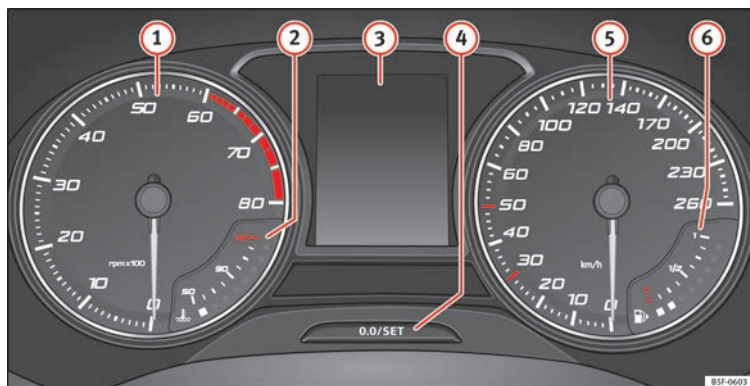

Fig. 115 Quadro strumenti nel cruscotto.
Spiegazioni sugli strumenti » fig. 115:
Il contagiri indica il numero di giri del motore al minuto » **fig. 115 ①**.
La lancetta del contagiri ① » **fig. 115** dovrebbe rimanere il meno possibile nel settore rosso, altrimenti si rischia di danneggiare il motore.
All'accensione del quadro strumenti, sul display » **fig. 115 ③** vengono visualizzate informazioni differenti, a seconda dell'equipaggiamento del veicolo:
- Premere brevemente il pulsante **» fig. 115 4** per riportare il contachilometri parziale a 0.
- Per regolare l'orologio, mantenere premuto il pulsante **» fig. 115 4** per più di 3 secondi per selezionare l'indicatore delle ore o dei minuti.
Mantenere premuto il pulsante **» fig. 115 4** per più di 15 secondi per visualizzare le lettere distintive del motore (MKB) del veicolo. A tal fine, l'accensione deve essere inserita e il motore spento.